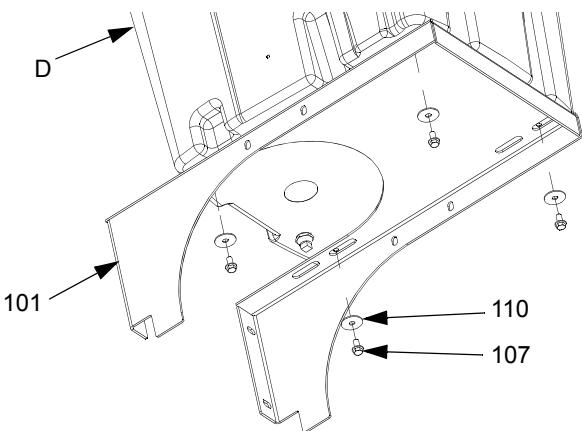

Рис. 9: Прикрепите бункер к кронштейну
10. Затяните монтажные винты бункера (107). См. стр. Рис. 9.
11. Установить винты (107) и нижний суппорт (109).